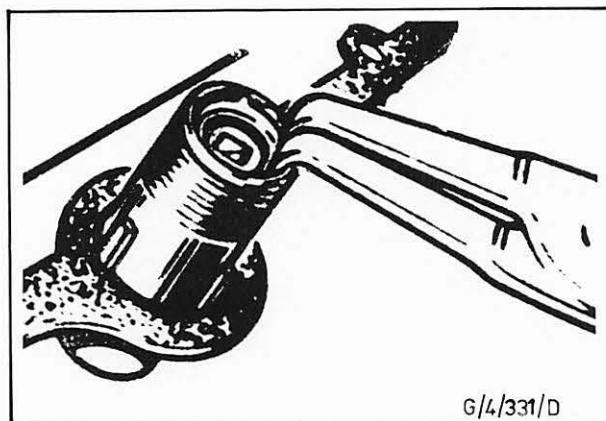

Abb. 59 Sprengring am Ende des Schließzylindergehäuses (Rückwandtürgriff) entfernen
4. Sprengring am Ende des Schließzylindergehäuses (am Rückwandtürgriff) entfernen und Feder, dann Schließzylinder herausnehmen. Abb. 59.